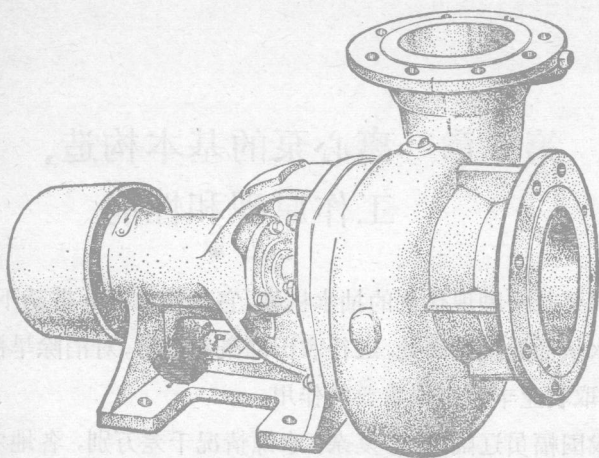

图 1-1 B型泵的外形图
离心泵的型号很多，农村一般采用B型离心泵。B型泵是一种单级单吸悬臂式离心泵^①，其外形如图1-1所示。它的特点是结构简单，重量较轻，维护保养容易，固定或移动使用都很适合，适用于小型灌区。
① 单级单吸悬臂式：泵轴上只有一个叶轮称单级，叶轮只有一侧进水称单吸，叶轮装在泵轴的一端称悬臂式。